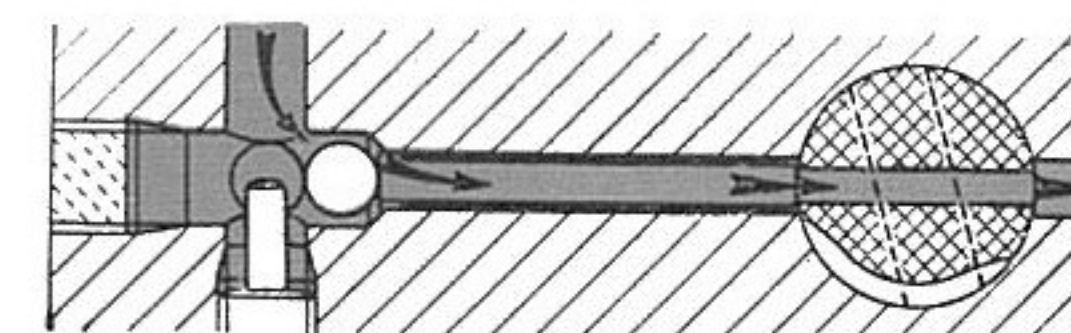

Fig. 58. - Schéma de fonctionnement du dispositif de relevage hydraulique.
1. Bras de relevage - 2. Levier de commande du relevage - 3. Couvercle d'introduction d'huile - 4. Verrous de support des bras de relevage en position - 5. Levier de commande du groupe - 6. Plaque d'attache du tirant porteur d'outils (voir fig. 58) - 7. Bouchon-niveau d'huile - 8. Bouchon d'amorçage de la pompe de relevage, et de vidange de l'huile du cylindre - 9. Soupape de réglage de la pression d'huile pour le fonctionnement du dispositif de relevage - 10. Bouchon de vidange du carter - 11. Bouchons qu'il faut ôter pour nettoyer les filtres à crépine de l'huile de relevage - 12. Arbre de prise de force - 13. Couvercle sur la bride de fixation de la poulie.
Le distributeur a trois positions: **relevage, arrêt, abaissement** (fig. 58). En position d'arrêt le distributeur ferme le conduit d'admission d'huile aux petits cylindres de la pompe, et empêche la sortie de l'huile existant dans le cylindre; les bras extérieurs de relevage restent donc en position fixe.